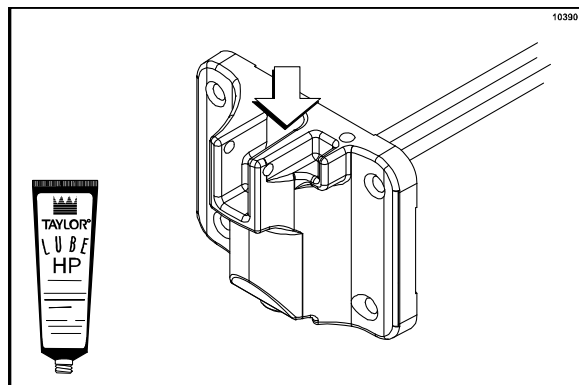

Рисунок 135
8. Слегка смажьте внутри верхнюю часть впадины клапана в двери фризера. (См. рис. 135)